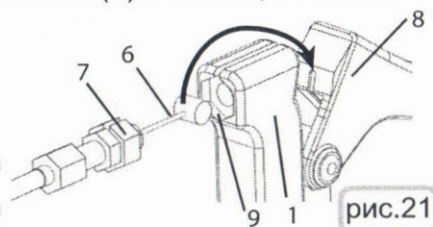

рис.21
Установить ручку сцепления (1) клиноременной передачи с помощью винта (2) М6х30 и хомута (3) на руль, совместив с отверстием (правая рукоятка) мотоблока (4) рис.16. Сверху в ручку (1) вставить трос сцепления (6) и завести наконечник в рычаг рукоятки (8). Вставить разрезную гайку (7) в шестигранное отверстие (9) ручки (1) (Рис.21).